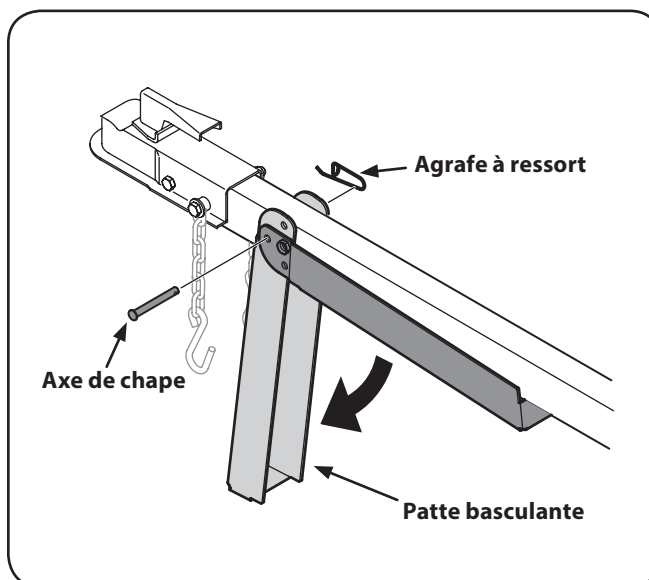

Figure 3-1
7. Retirez l'agrafe à ressort et l'axe de chape de la patte basculante vers le sol à la position de fonctionnement. Voir Figure 3-1.
8. Fixez la patte basculante en position à l'aide de l'axe de chape et de l'agrafe à ressort. Voir Figure 3-1.